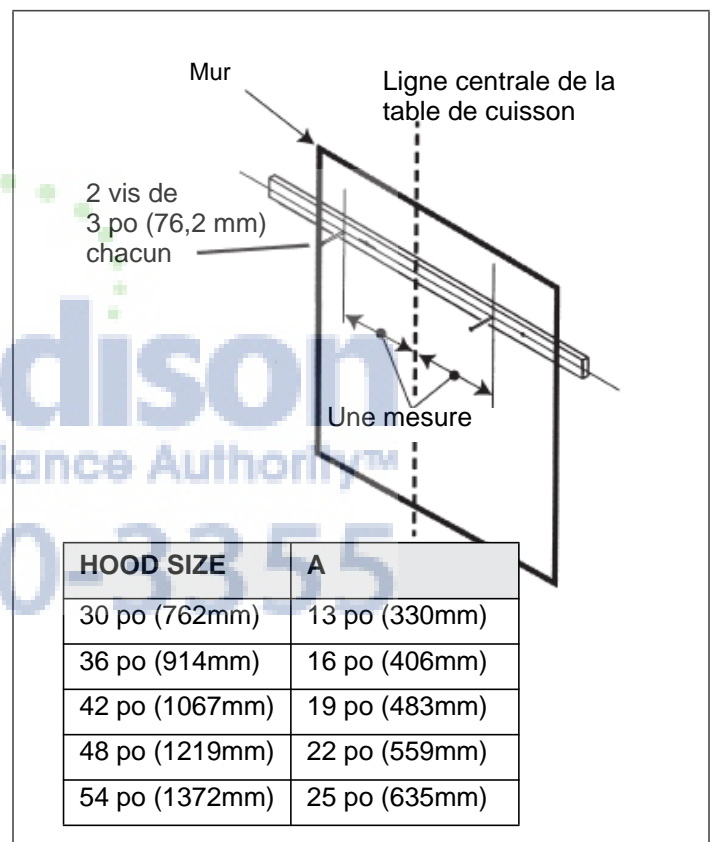

Figure 7: Suspendre la hotte
7. Utilisez deux ou trois vis de 3 po (76 mm), selon le modèle, pour fixer le support au mur, comme illustré sur la Figure 7. Pour soutenir de plus longues hottes, utilisez trois montants. Fraisez le support en bois pour éviter toute interférence entre les têtes des vis et la hotte.
8. Sur le support en bois, marquez les emplacements utilisés pour suspendre la hotte, conformément à la Figure 7.